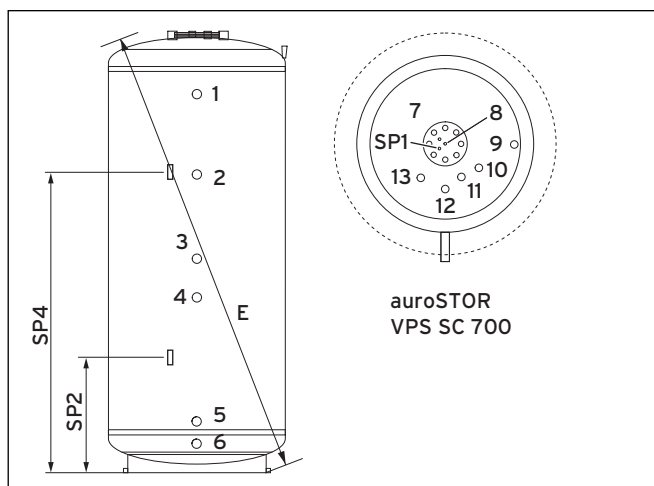

Fig. 4.2 Cota inclinada y dimensiones de conexión del acumulador combinado auroSTOR VPS SC 700
- Monte el conducto para la conexión del agua fría (**13**, fig. 4.2) con los dispositivos de seguridad necesarios. En una presión del agua inferior a 10 bar puede montar un grupo de seguridad DN 20 homologado para el componente.
- Monte el conducto para la conexión de ida del salida del recalentamiento del agua caliente (**10**, fig. 4.2).
- Monte el conducto para la conexión de del agua caliente (**11**, fig. 4.2).
- Monte en caso necesario la tubería de circulación en la conexión de la tubería de circulación (**12**, fig. 4.2).